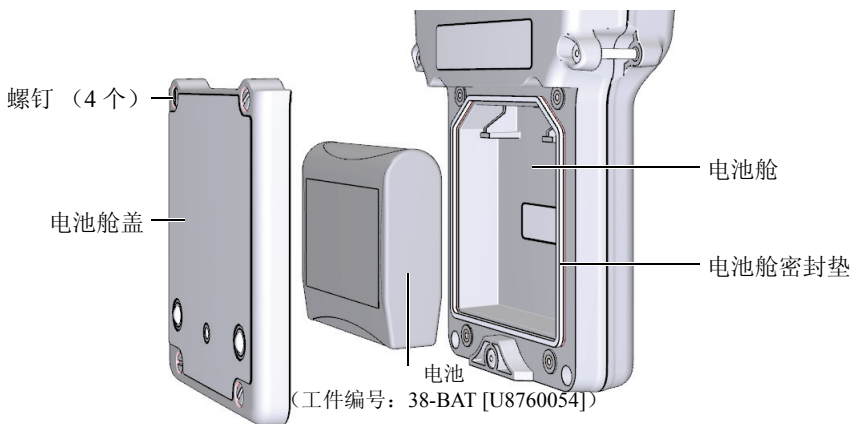

图 2-4 打开电池舱
电池位于 38DL PLUS 仪器后面板上的电池舱中（参见第 30 页的图 2-4）。
6. 拧松位于仪器后面板的电池舱盖上的 4 个螺钉（参见第 30 页的图 2-4）。